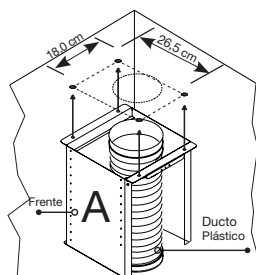

Fig. 27
- Marque y realice 4 agujeros para chazos de 5 / 16" en el techo con las distancias que se especifican en la fig. 27. Tenga en cuenta que la distancia de 26,5 cm debe quedar en el mismo sentido de los controles de la campana (al frente). Luego introduzca los 4 chazos incluidos en la bolsa de accesorios.